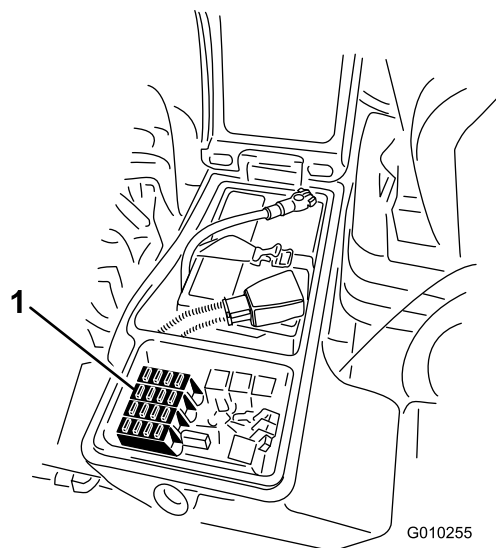
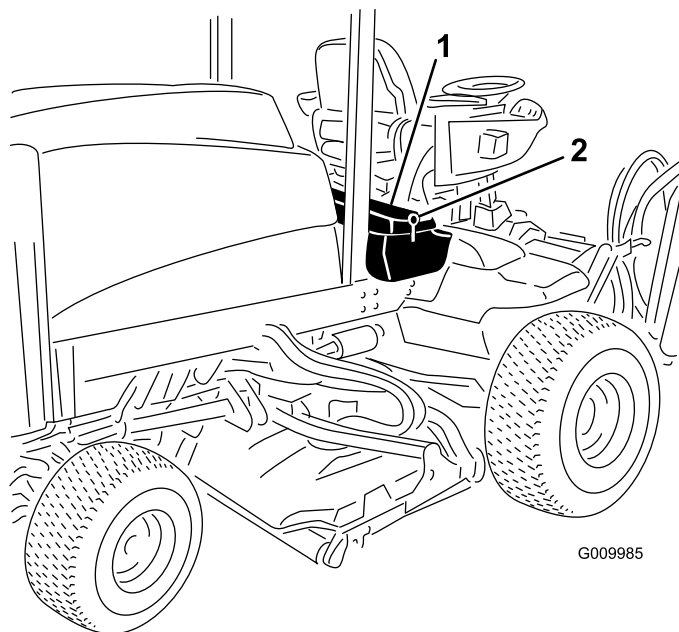

Figura 101
Figura 100
1. Slăbii elementul de fixare pentru capacul cutiei de depozitare din dreapta i ridicai capacul (Figura 100).
3. Închideți capacul cutiei de depozitare din dreapta și fixați capacul cu elementul de fixare (Figura 100).
1. Slăbiți elementul de fixare pentru capacul cutiei de depozitare din dreapta și ridicați capacul (Figura 100) pentru a avea acces la blocul cu sigurană (Figura 101).
2. Înlocuiți siguranța (siguranțele) arsă (arse) după cum este necesar (Figura 101).